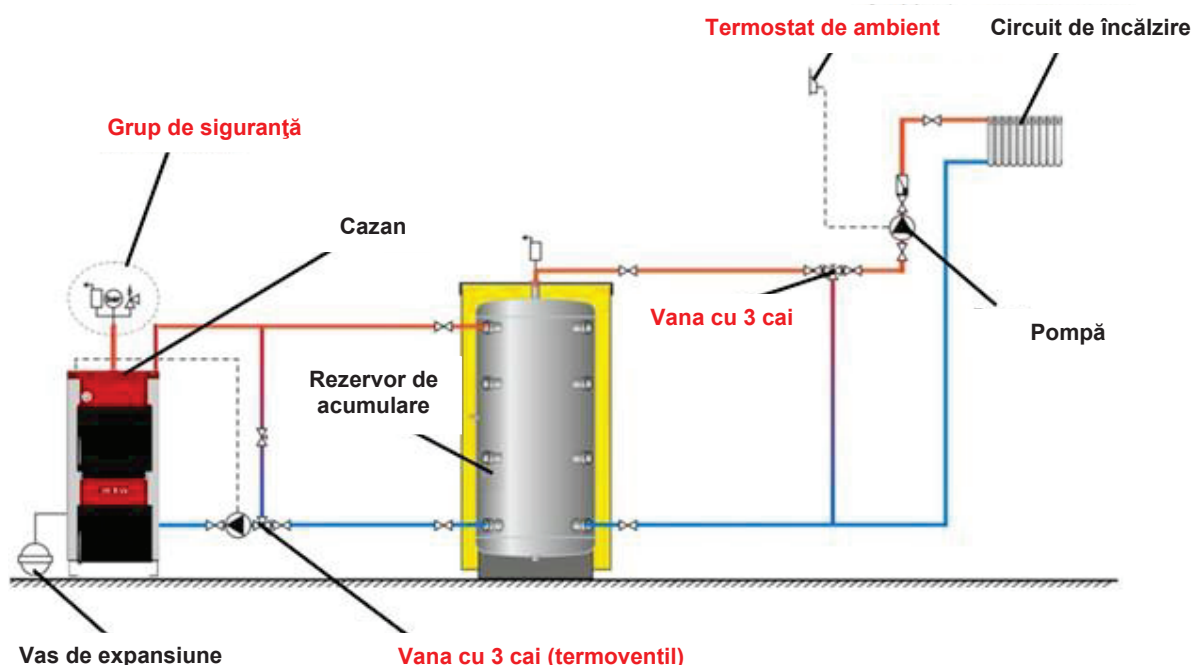
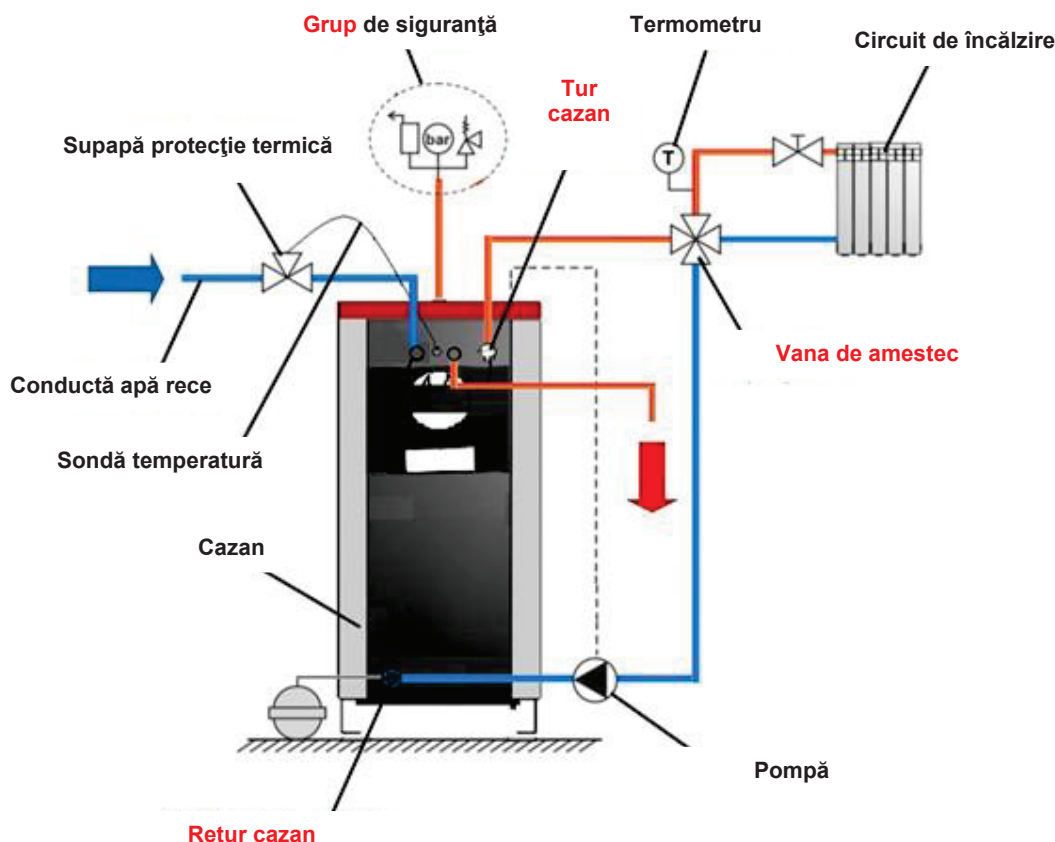

Figura 7. Montarea cazanului DOMINUS într-un sistem închis de încălzire centrală
Figura 8. Diagramă de montare a supapei termice cu racorduri de $\frac{3}{4}$ "
În sistemul închis de încălzire (exemplele din Figura 7 și Figura 8) este necesară instalarea unei supape de siguranță certificate cu o presiune de deschidere de 2,5 bari și a unui vas de expansiune cu membrană. Supapa de siguranță și vasul de expansiune trebuie instalate în conformitate cu regulile în vigoare referitoare la acestea și nu trebuie să existe elemente care să blocheze accesul agentului termic între supapa de siguranță sau vasul de expansiune și cazan.
Presiunea apei în sistemul de alimentare cu apă trebuie să fie de cel puțin 2 bari. Supapa de protecție termică și registrul de protecție termică trebuie monitorizate și întreținute după cum este necesar. Modul de instalare a protecției termice a cazanului realizată pentru sisteme închise este ilustrată în figura 8.
- unui echipament ca în figura 7 sau 8 în cazul în care cazanul este instalat într-un sistem închis de încălzire,
Pentru controlul temperaturii din cazan, aveți grijă să asigurați instalarea pe cazan a unui regulator pentru canalul de fum (v. Figura 1). Piedica regulatorului trebuie reglată în așa fel încât temperatura din cazan să nu depășească 85-90°C (când este complet închis) și să nu scadă sub 65°C la ardere normală. Sistemul de pompare trebuie să fie conectat printr-un sistem separat de control al pompelor sau prin simpla instalare a unui termostat de conductă pe scurgerea de apă caldă care va pompa apă la temperaturile selectate (v. Figura 8).